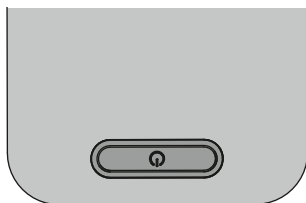

Fig. 5: Taste.
- ▶ Premere il tasto, vedi Fig. 5.
- ▶ Premere il tasto e tenerlo premuto, vedi Fig. 5.